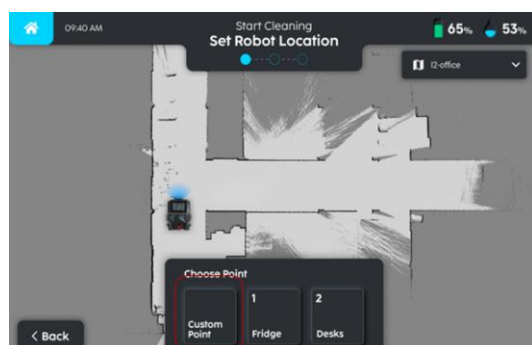

FIGURE 12-8
1. Si le robot n'est pas localisé, sélectionnez un point le plus proche du robot pour initier le processus de localisation (Fig. 12-8).